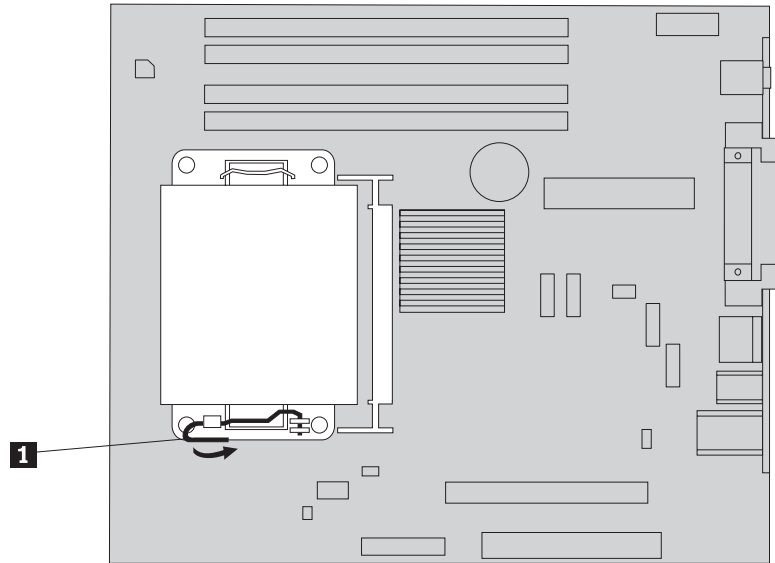

图 21. 卸下散热器
3. 将固定散热器的拉杆 **1** 转动至完全向上的位置，将散热器从主板上卸下。请小心地将散热器从主板上抬起。请参阅第 26 页的图 21。